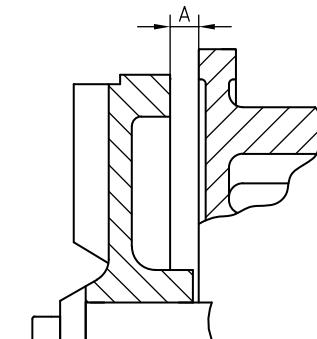

Рисунок 17: Регулировка крыльчатки FRES.
- 2 Отрегулируйте крыльчатку до размера **A** между задней частью крыльчатки и промежуточной крышкой. См. рисунок 17 и Таблица 6 ниже.